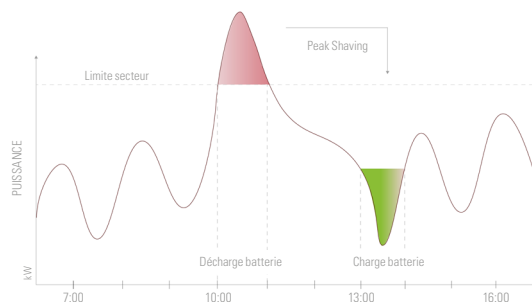

Fig. 27. Peak-shaving vs temps.
- ❑ La particularité de la fonction Peak Shaving permet que l'énergie nécessaire pour l'onduleur soit obtenue en partie du redresseur (jusqu'à la limite établie), et le reste est fourni à travers les batteries, qui agissent comme un système de stockage d'énergie (ESS, de l'anglais "Energy Storage System"). De cette façon, la puissance absorbée du réseau reste limitée, avec le double avantage d'une moindre consommation du réseau (et moins de puissance souscrite), et d'un dimensionnement du système énergétique ajusté à la consommation moyenne, au lieu de la consommation des pointes de demande maximales des charges. Chaque fois que nous sommes en dessous des pics de demande de charge, et toujours en dessous de la limite d'absorption d'entrée établie, les batteries seront rechargées pour être disponibles dans le prochain cycle de consommation de pointe (voir Fig. 27).
Les Systèmes d'Alimentation sans Interruption série **SLC CUBE3+ PS+**, ont été conçus et dessinés pour leur connexion en "parallèle" de, maximum, quatre unités, à condition qu'elles soient du même modèle (configuration, tension, puissance, fréquence, autonomie, ...), tout cela sans aucun hardware additionnel. Dans les Fig.27 et 28 on montre, à mode d'exemple, les schémas de connexion d'un système parallèle triphasé/triphasé, avec et sans ligne de bypass statique indépendante. Dans tous les deux schémas ils ne sont représentés que les connexions de puissance entrée/sortie et le BUS de contrôle du parallèle.